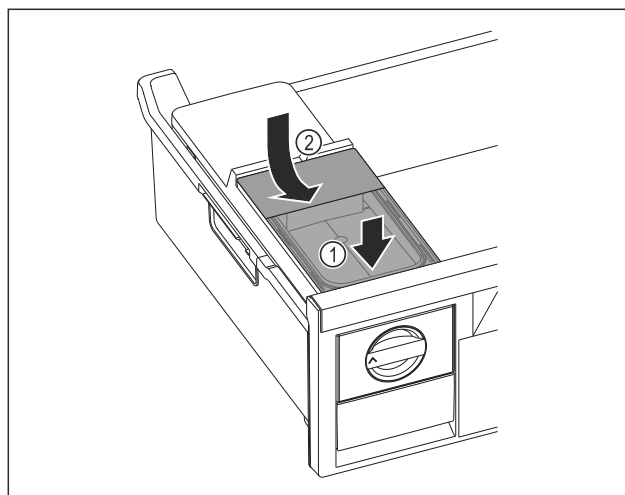

Fig. 68
- Установите бак для воды спереди Fig. 68 (1)
- Опустить бак для воды сзади Fig. 68 (2)